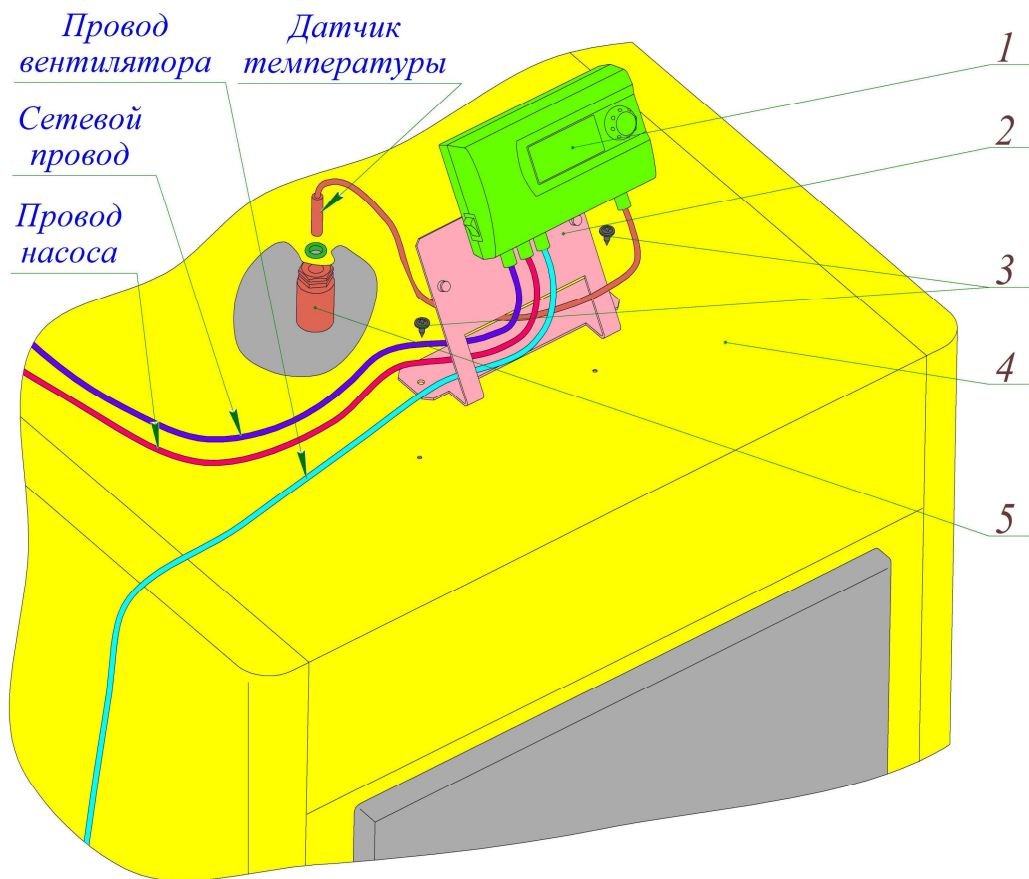

Рис.11. Монтаж контроллера:
6.7.3. Контроллер (для котлов моделей ТЕ и ТНЕ) в транспортном положении находится в топке котла. Монтаж контроллера необходимо вести в соответствии с рис. 11.